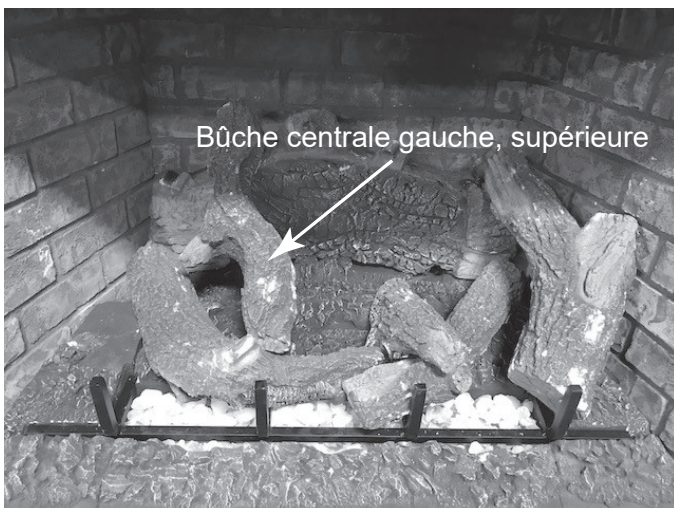

Figure 11.19
- Positionnez la bûche du milieu à gauche, en haut, en alignant les deux encoches situées au bas avec les repères de positionnement situés sur le dessus de la bûche arrière et du brûleur. Voir la figure 11.19.